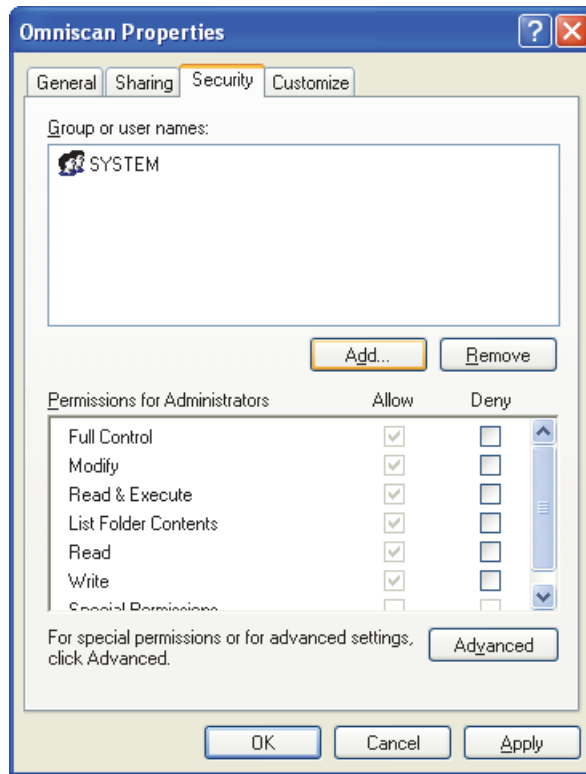

Figura 7-18 Pestaña Security en el cuadro de diálogo Omniscan Properties (Windows XP)
12. En el cuadro de diálogo **Omniscan Properties** (Propiedades OmniScan), haga clic en la pestaña **Security** (Seguridad) y, después, haga clic en **Add** (Agregar). Véase la Figura 7-18 en la página 228.